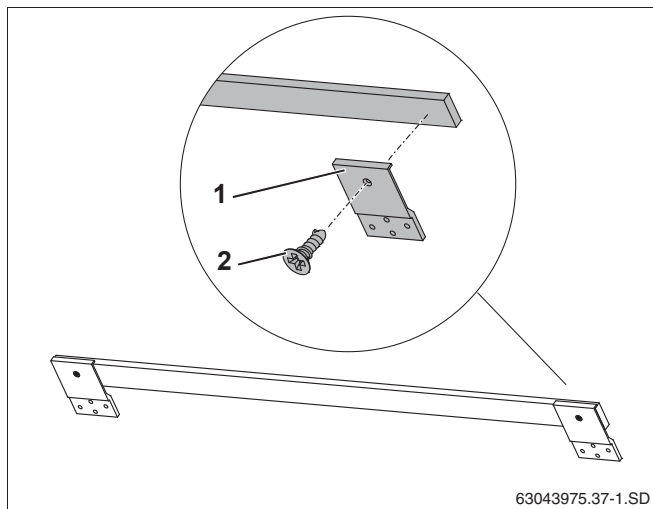

Рис. 10 Установка креплений от сползания
Для горизонтального монтажа нужно закрепить 3 крепления от сползания (рис. 10, **поз. 1**) на деревянной планке (2 снаружи, 1 в середине).
- ▶ На концах деревянных планок закрепите два крепления от сползания (рис. 10, **поз. 1**) болтами 4x10 (рис. 10, **поз. 2**).